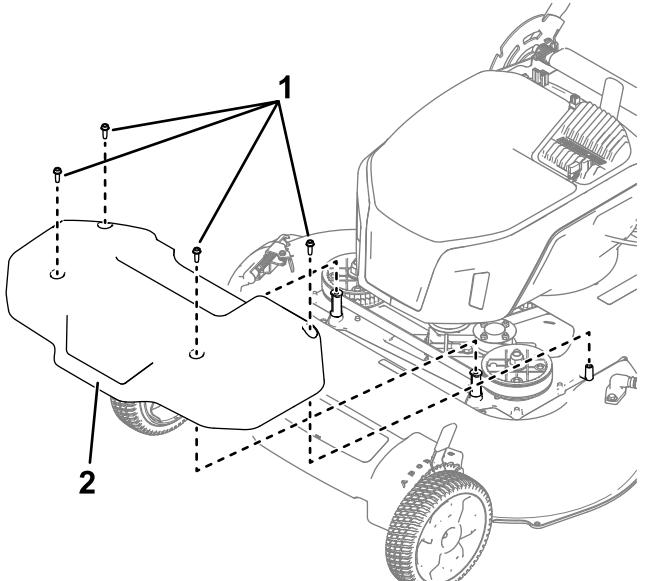

Bild 24
- Nehmen Sie die Abdeckung des Messerantriebs ab (**Bild 24**).